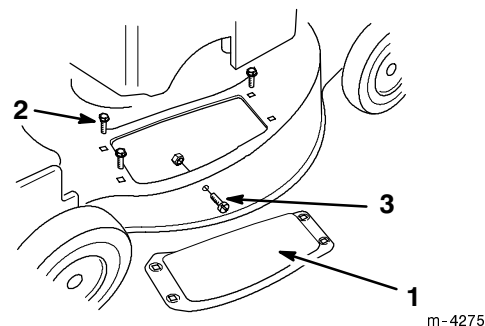

Figure 36
4. Retirer les trois boulons de fixation de la plaque d'éjection au carter de tondeuse (Fig. 36). Conserver soigneusement la plaque et les boulons pour un remontage ultérieur éventuel.
5. Retirer la vis et l'écrou se trouvant sur le côté du carter de tondeuse (Fig. 36). Les conserver pour les utiliser tout à l'heure.